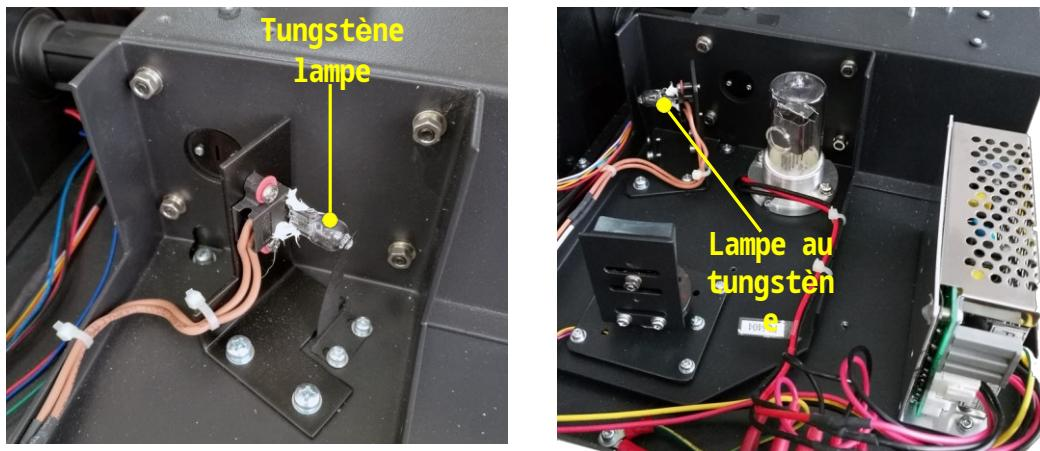

Fig. 7-6 Remplacer la lampe tungstène
- 6 Remplacez la lampe de tungstène (figure 7-6). Portez des gants en coton, retirez la lampe au tungstène pour fixer la tablette, retirez l'ancienne lampe au tungstène et insérez la nouvelle lampe au tungstène dans le support de lampe au tungstène.